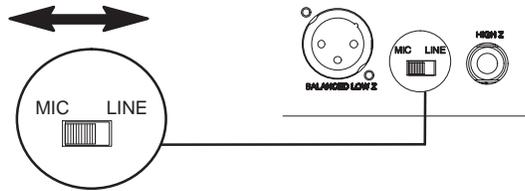

FIGURA 7
- Se usate l'uscita XLR del ricevitore, accertatevi che l'impostazione dell'interruttore MIC/LINE sia conforme ai requisiti di ingresso del mixer o dell'amplificatore, come illustrato in Figura 7. L'interruttore Mic/Line non ha effetto sull'uscita della presa jack sbilanciata da 1/4 di pollice.